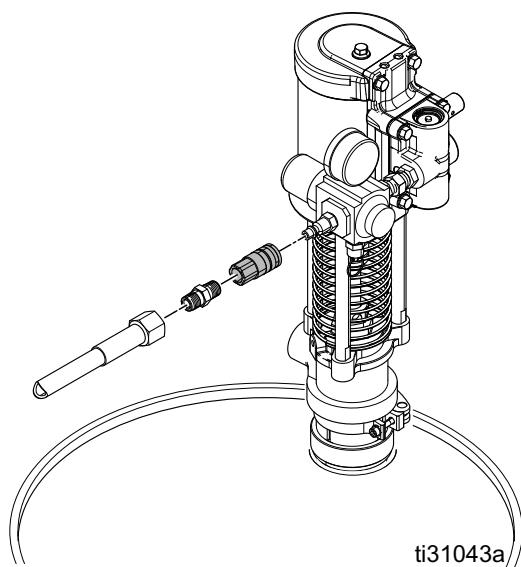

FIG. 10
7. Monte la línea de aire (9,5 mm (3/8 pulg.) de diámetro interior mínimo) con el acoplador de aire de desconexión rápida suministrado. Consulte la FIG. 10.